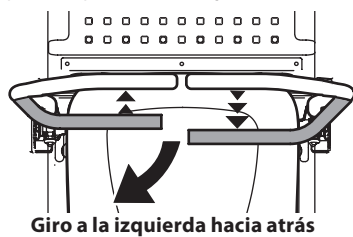

Figura 25
1. Para girar a la izquierda mientras se desplaza marcha atrás, mueva la palanca de control del lado izquierdo hacia adelante respecto de la palanca derecha (Figura 25).